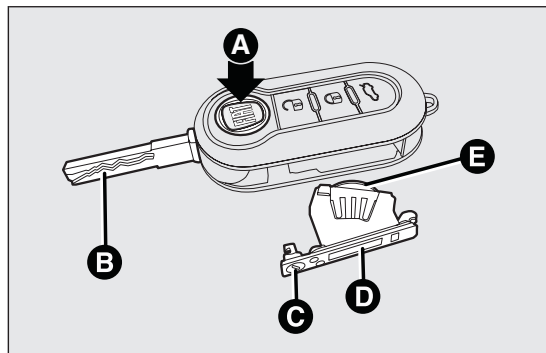

fig. 5
- premere il pulsante A fig. 5 e portare l'inserto metallico B fig. 5 in posizione di apertura;
- ruotare la vite C fig. 5 su  utilizzando un cacciavite a lama sottile;
- estrarre il cassetto portabatteria D fig. 5 e sostituire la pila E fig. 5 rispettando le polarità;